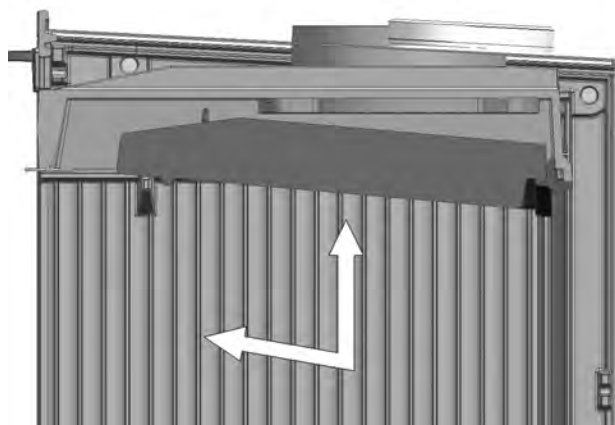
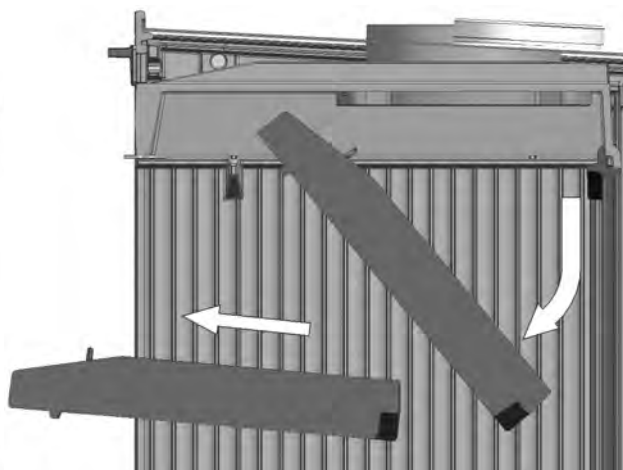

Fig. 1
Fig. 2
1. A –Deslizar la placa deflector hacia delante y hacia arriba hasta sacar los pivotes de los laterales de los alojamientos del propio deflector (Fig.1 y Fig. 2)
- a) Mantenga alejado cualquier material combustible (muebles, cortinas, ropas, etc.), a una distancia mínima de seguridad de 0,90m. (Fig.2)